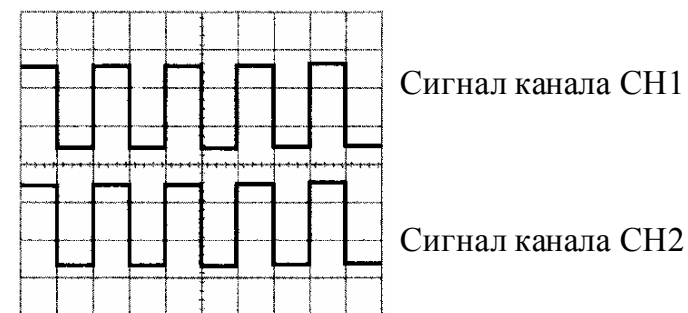

Рисунок 4-4
Теперь, подайте на вход канала CH2 сигнал калибратора так же, как это было ранее сделано для канала CH1. Установите переключатель AC-GND-DC в положение AC. Регуляторами POSITION (11) и (19) переместите осциллограммы на экране, как показано на рис.4-4.